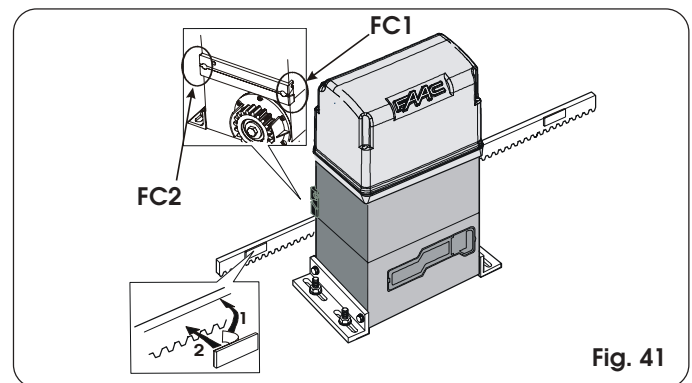
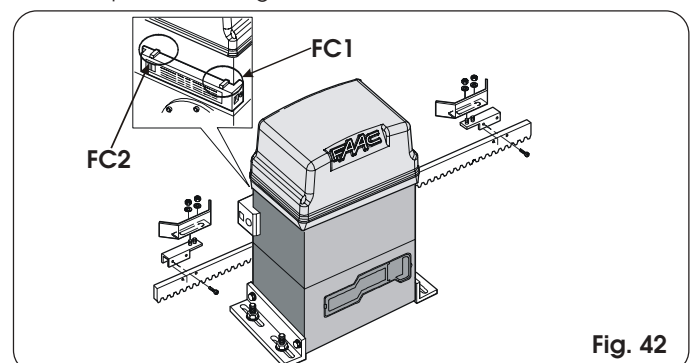

Fig. 41
Fig. 42
De aandrijving 844 is voorzien van een eindschakelaarsensor die de beweging van de poort laat stoppen door detectie van passage van een bepaald referentiepunt op de tandheugel. De eindschakelaar kan van een MLS- (fig. 41) of inductieve eindschakelaar (fig. 42) zijn.
- 10) Maak de tandheugel schoon op de punten waar de magneten moeten worden aangebracht, verwijder de folie van de zelfklevende kant van de magneten (fig. 41 ref. 1) en plaats hen weer met de zelfklevende zijde tegen de tandheugel (fig. 41 ref. 2).
- 1) Monteer de eindaanslag waarbij u het plaatje centreert ten opzichte van de schroefpenen van de drager (fig. 42).